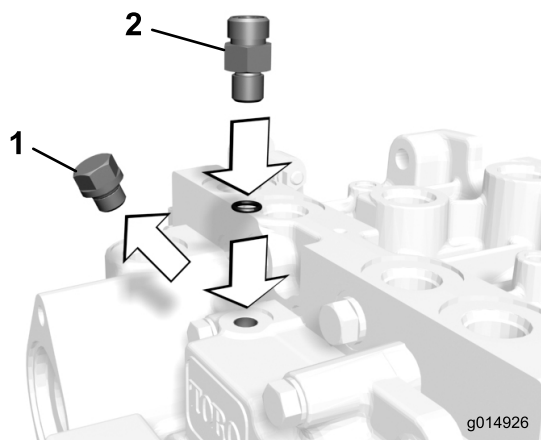

図 9
15. トランスミッション上部のポートについているプラグを外す（図 9）。
16. トランスミッション・ポートにストレート・アダプタ・フィッティングを取り付ける（図 9）。